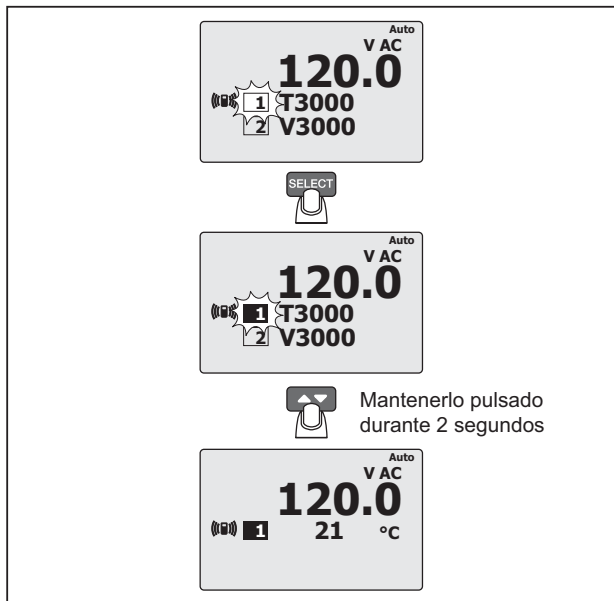

Figura 1. Procedimiento de vinculación de módulos
Al finalizar el procedimiento de detección, todos los módulos detectados que se muestran en la pantalla tienen un número negro sobre un fondo gris. Consulte la Figura 1. Ésta muestra los módulos a los que el Producto está vinculado. Aunque la pantalla puede mostrar solamente tres módulos, el Producto puede detectar y vincularse temporalmente a un máximo de 6 módulos.
2. Pulse **SELECT**. El número del módulo seleccionado cambiará a un número gris sobre un fondo negro. Consulte la figura 1.